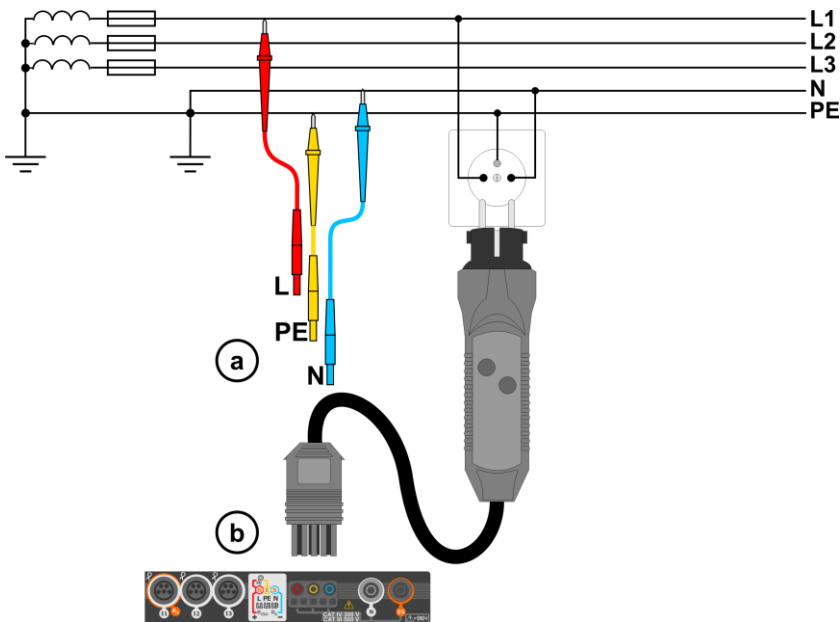
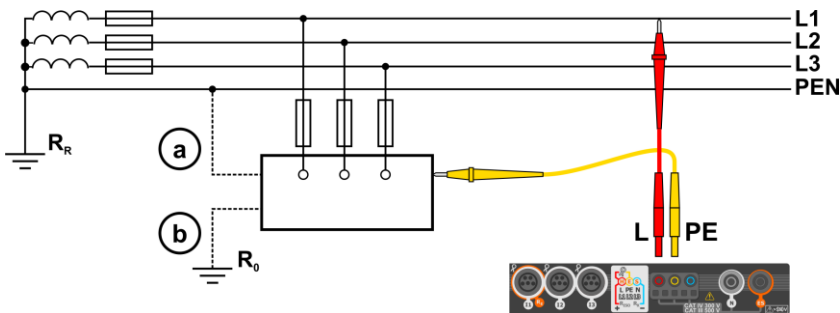

Fig. 4.1 Messung im L-PE Netz
Fig. 4.2 Überprüfung des Prüfgerätegehäuses auf Schutz gegen elektrischen Schlag im Falle eines: (a) TN Netzes oder (b) TT Netzwerk
- ① Schließen Sie die Messleitungen gemäß der Abbildung **Fig. 4.1** oder **Fig. 4.2** an.